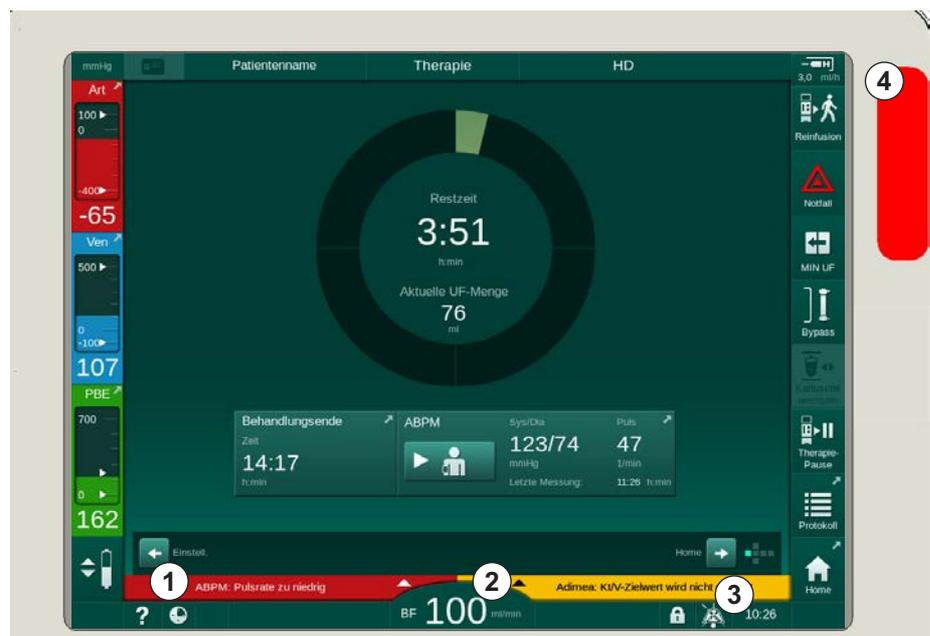

Abb. 12-1 Alarm- und Warnfelder und Signalleuchte
Das Alarmfeld (Abb. 12-1, ①) auf der linken Seite zeigt sicherheitsrelevante Alarme in **Rot**. Nicht sicherheitsrelevante Alarme werden in **Gelb** angezeigt.
- ☞ Das akustische Signal wird abgeschaltet und das Symbol *Alarmton pausiert* (Abb. 12-1, ③) wird angezeigt.
- ↪ Das akustische Signal wird abgeschaltet und das Symbol *Alarmton pausiert* (Abb. 12-1, ☹) wird angezeigt.